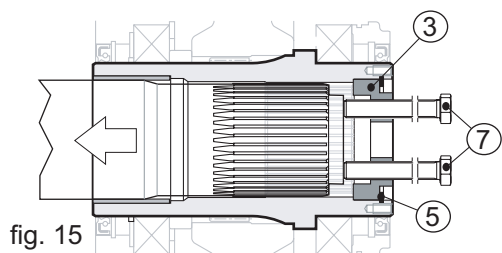

fig. 15
rimuovere dalla sua sede, la vite di fissaggio (pos. 6). Inserire nei due fori filettati presenti sul fondello (pos. 3) n° 2 viti (pos. 7), avvitarle fino ad appoggiarle all'albero della macchina (pos. 1), quindi continuare ad avvitarle in modo alternato, facendo al massimo un giro per volta (vedi fig. 15).